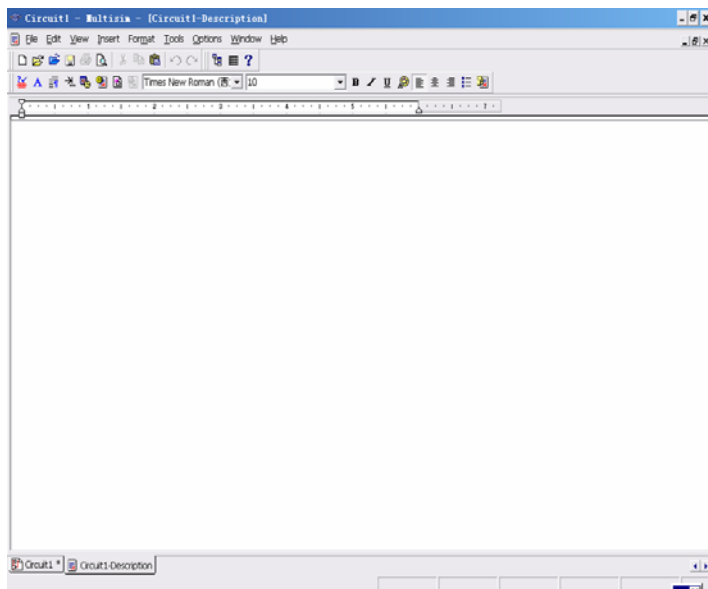

图 4-31 文字说明编辑窗口
1) 选择菜单“Tools” → “Description Box Editor” 命令，出现添加文字说明的对话框，如图 4-31 所示。
3) 输入完成后, 单击图 4-31 所示的关闭按钮退出文字说明编辑窗口, 返回电路窗口; 单击电路窗口页直接切换到电路窗口, 无须关闭文字说明编辑窗口。